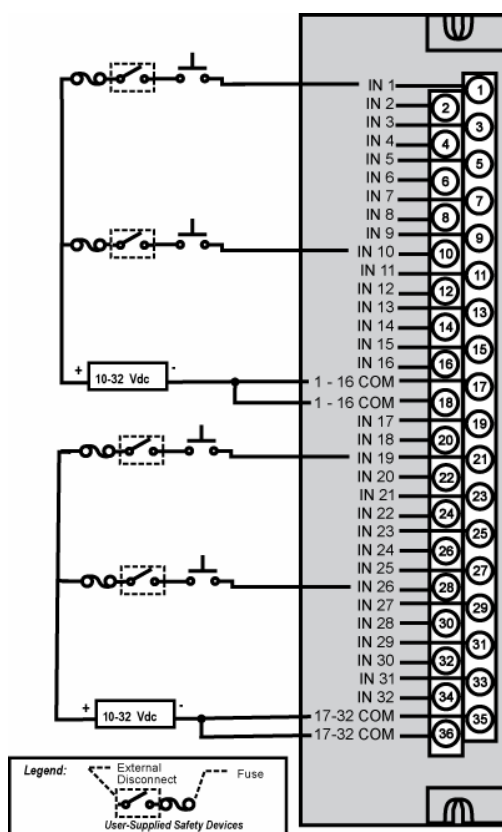

Figure 53 – Cablaggio del modulo di ingresso CC a 32 punti
Il modulo di ingresso digitale c.c. a 32 punti (Figure 53) fornisce due gruppi di 16 ingressi, ciascuno con una coppia di morsetti per il collegamento al terminale comune. L'alimentazione c.c. collegata tra il terminale comune e un ingresso provoca l'attivazione (ON) dell'ingresso. Un LED verde sul modulo indica lo stato ON. La logica nel regolatore consente l'inversione dello stato, se necessario.